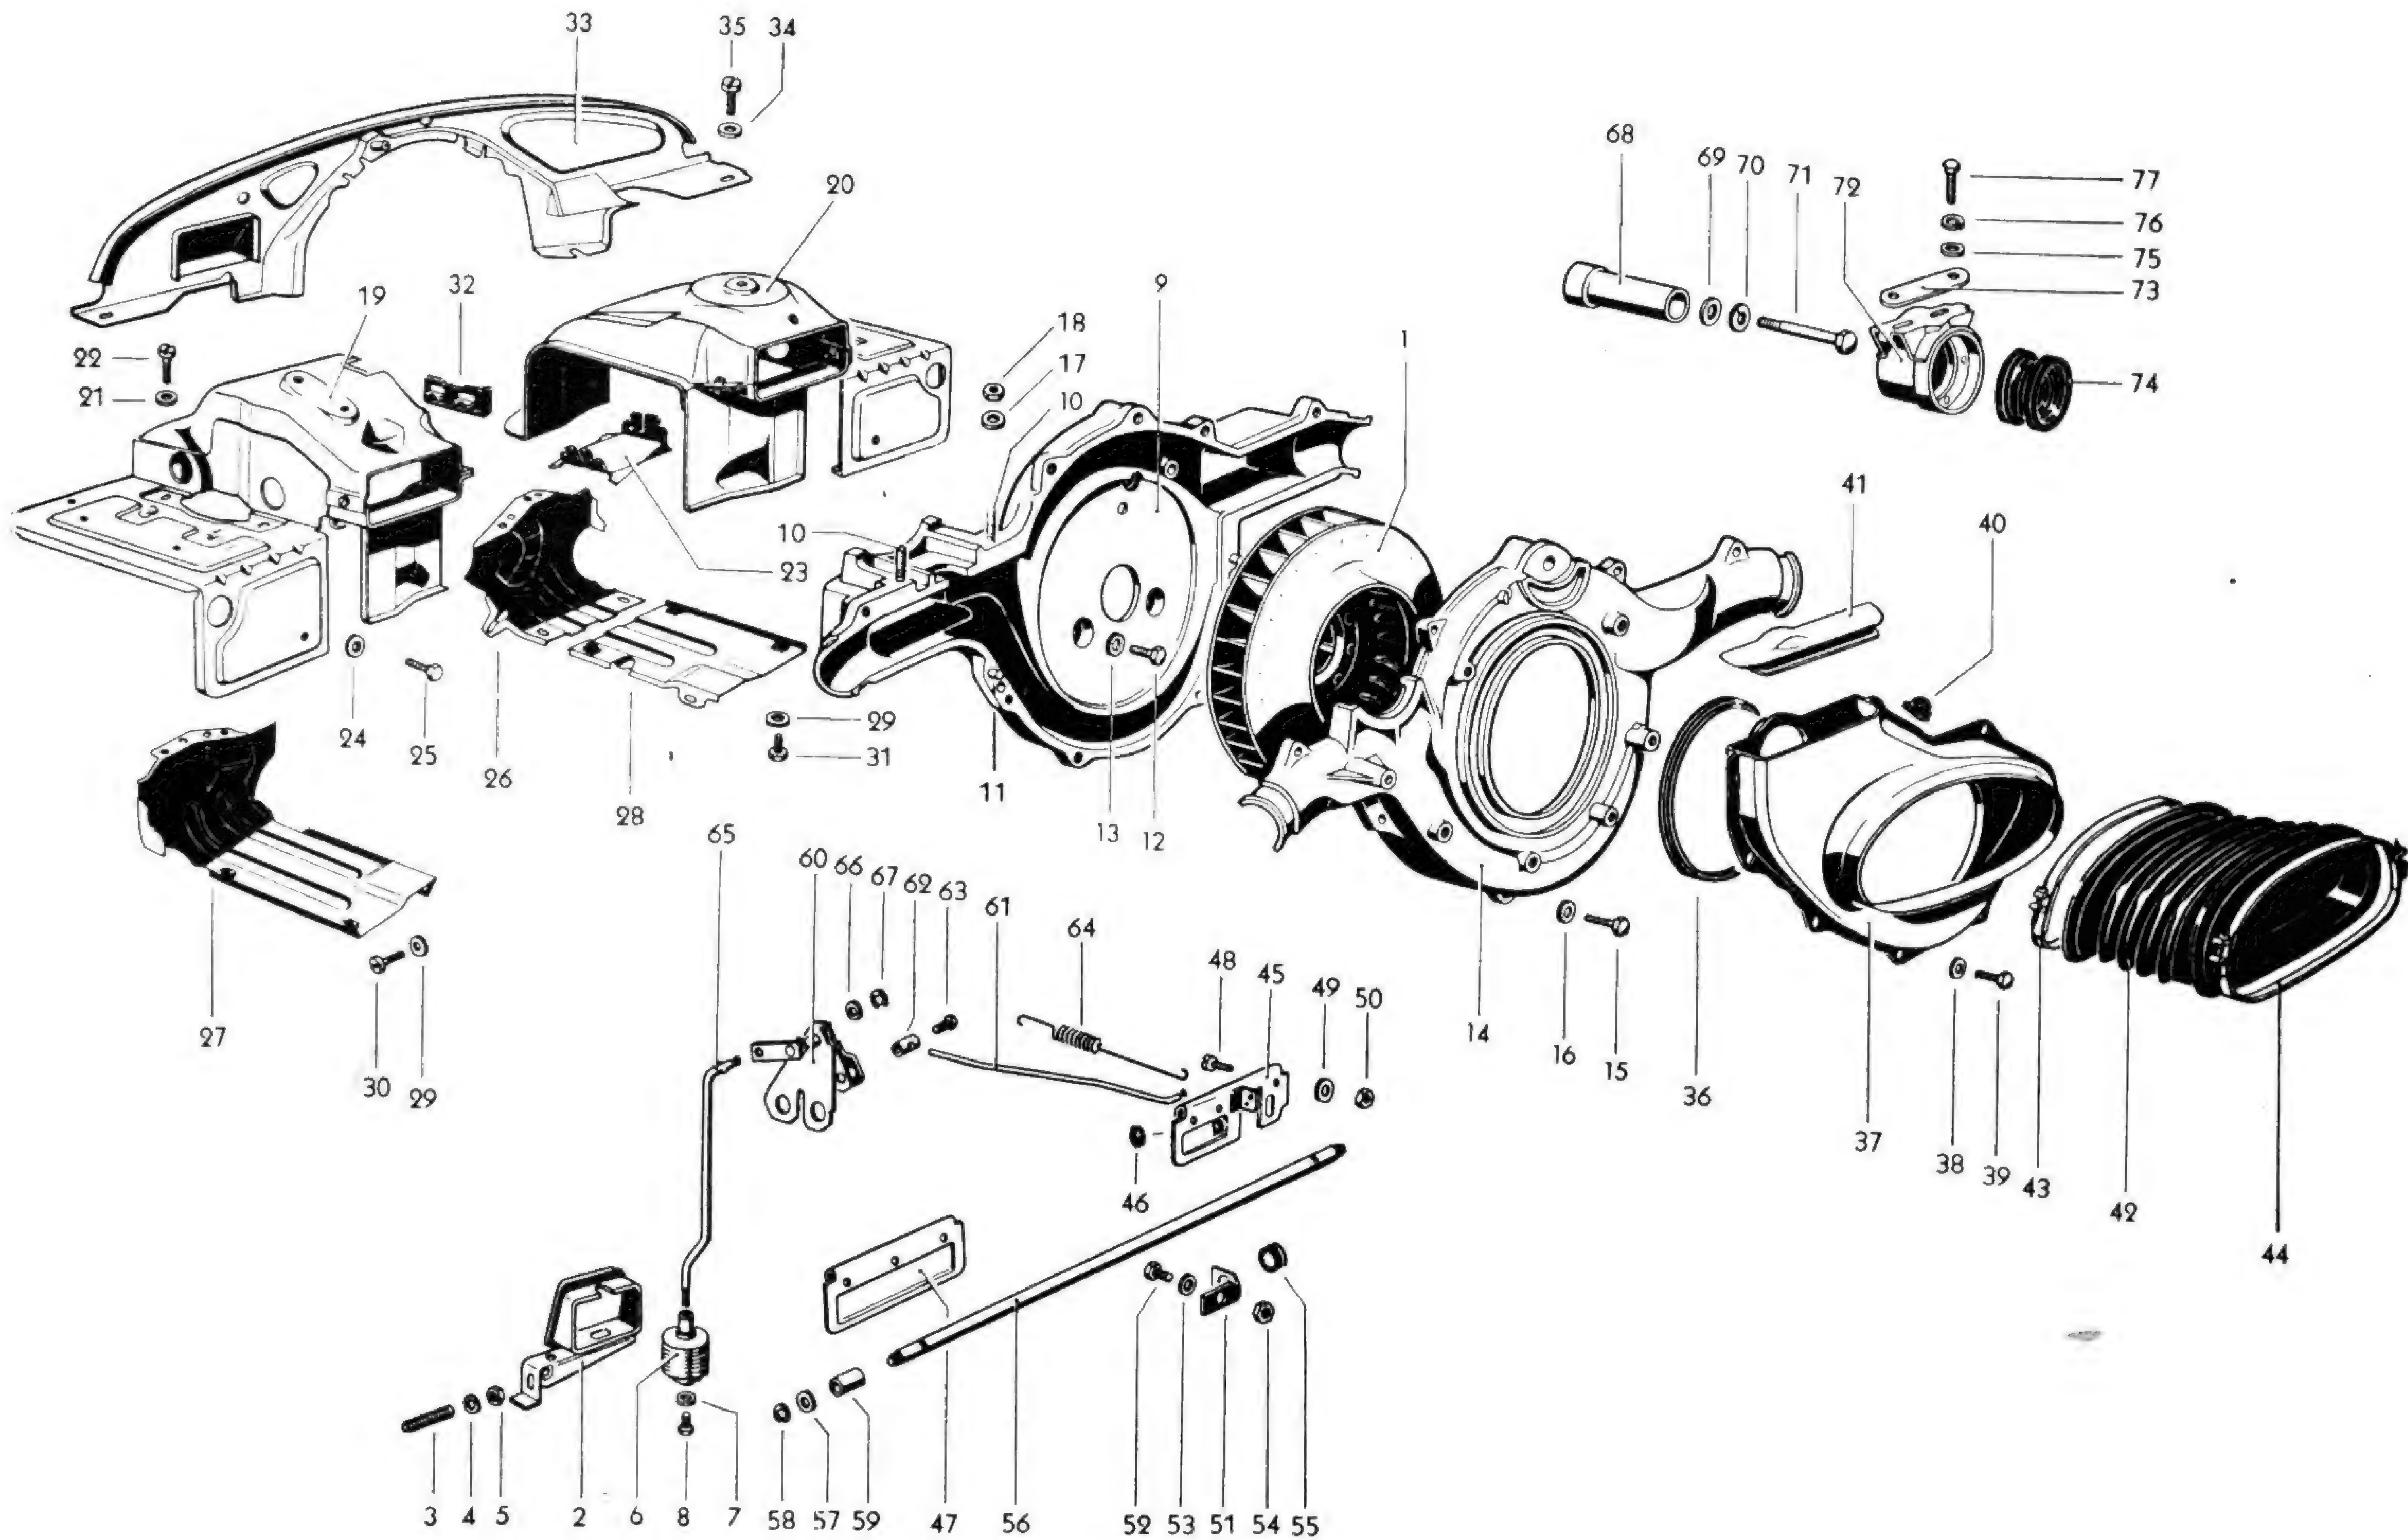

Fig. 5-V — Sistema de arrefecimento do motor plano "1 600".
1) — Retira-se a tampa da carcaça do ventilador e o bujão de inspeção do ponto (41 e 40, Fig. 5-V), e a tampa do distribuidor.